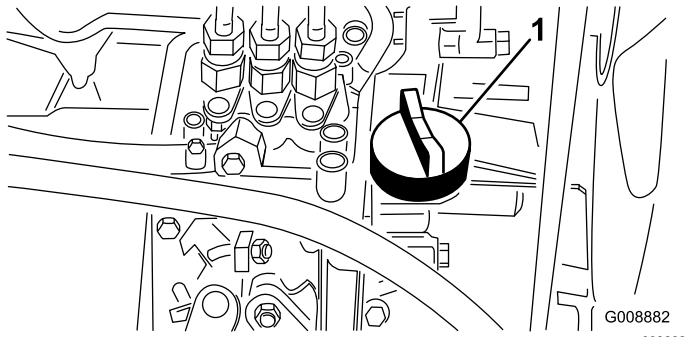

図 25
4. オイルの量が不足している場合は、補給口のキャップ 図 25 を取り、ディップスティックで油量